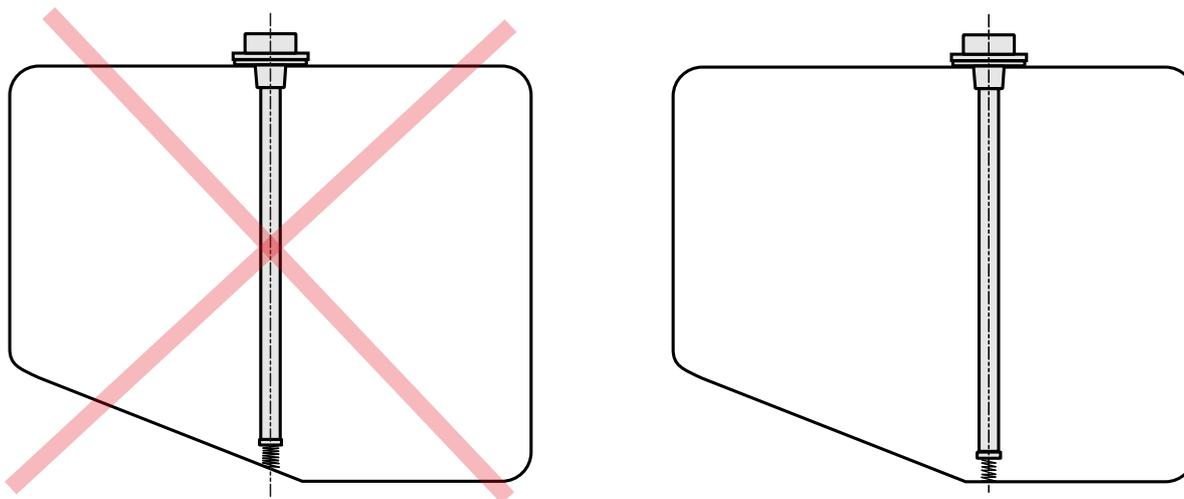

Рис.9. Пример установки датчика с пружинным донным упором
- Для обеспечения надежной и правильной фиксации измерительных трубок необходимо устанавливать датчик с донным упором строго перпендикулярно дну бака (**Рис.9**). Установка датчика с донным упором под любым другим углом относительно дна бака не допускается.